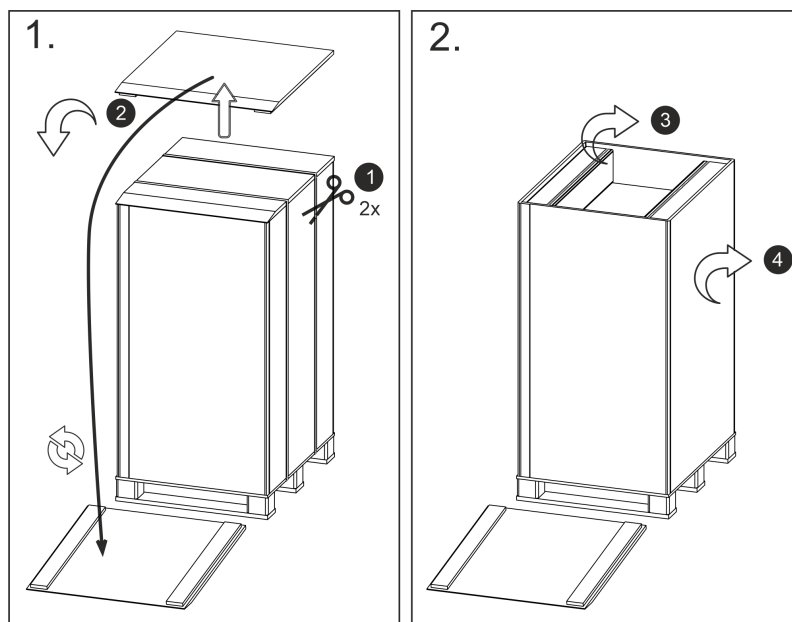

Fig. 2: Illustration des instructions de déballage pour le VC 5000
3. **Figure 2** : Retirer les deux entretoises ③ du carton. Retirer le carton ④.